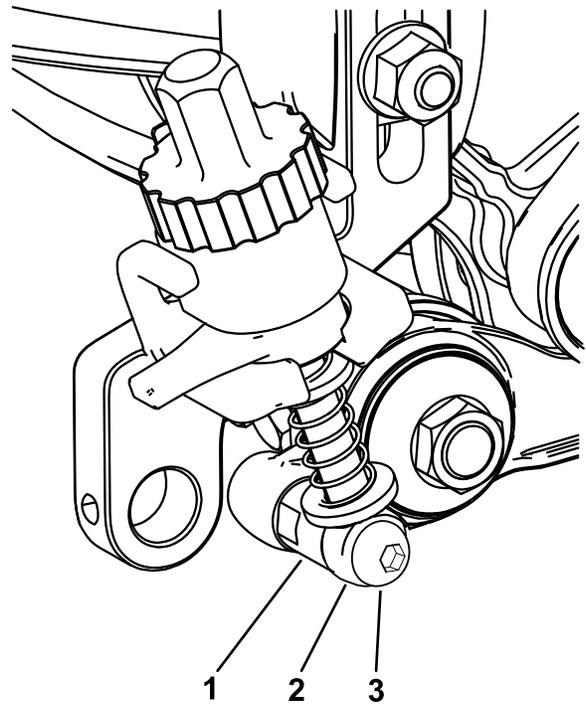

图 23
5. 如 图 23 所示在总轮总成侧将轴肩螺栓穿过调整臂杆安装到调节环中从而将调整臂组件杆固定到总轮总成上紧轴肩螺栓扭矩至 2026N·m。